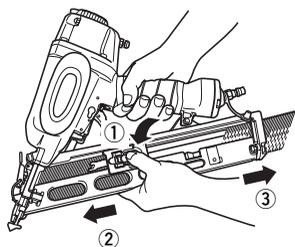

図 7
- 釘をマガジンから取り出すときは、①ネイルフィーダ (A) を押して、②ネイルフィーダ (B) を釘の前方へ移動させます。(図7)
- 注** • ネイルフィーダ (A) (B) を急に離すと、急激に戻り、釘が変形したり、ばらばらになったりして、釘づまりの原因になります。ネイルフィーダは必ず静かに戻してください。